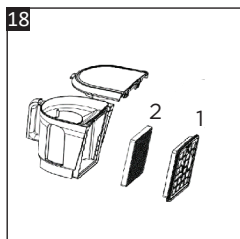

Fig. 18
3. Tirez sur les 2 languettes en plastique au milieu du filtre HEPA (22) pour le retirer de l'arrière du compartiment à poussière (Fig. 18).
4. Retirez ensuite le filtre éponge (21) du filtre HEPA.